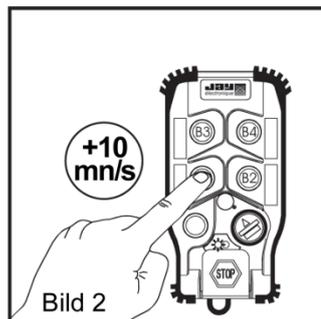

Bild 2
- 4- Den neuen Kanal mit den Tasten B1 und B2 wählen (Bild 2&3).
- 4- Die neue Dauer mit den Tasten B1 und B2 wählen Bild 2&3).
- 4- Die Verriegelung oder die Nicht-Verriegelung durch einen Druck auf die Taste B2 wählen; der gewählte Modus wird auf die Anzeige der Led-Leuchten übertragen (Bild 2&3).
- 4- Die Taste Ein betätigen, um eine automatische Programmierung des Identitätscodes durchzuführen: die beiden Sender-Led erlöschen (Bild 2). Die Information "Identitätscode" wird vom elektronischen Schlüssel in den Senderspeicher kopiert.